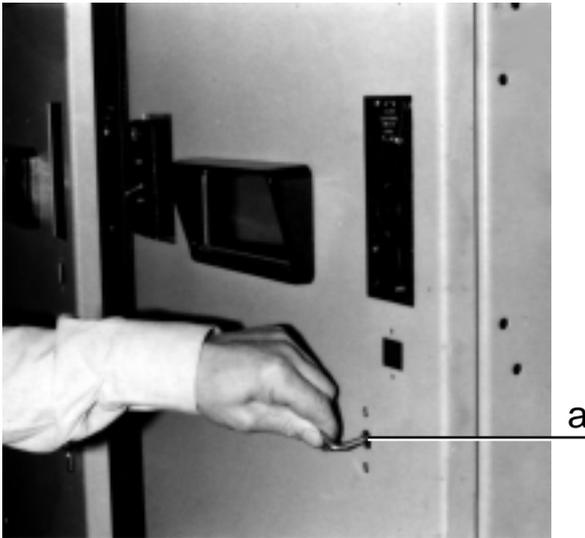

Fig. 5
- a) Qualora si voglia aprire la porta (fig. 5) con sezionatore di terra aperto ruotare con utensile la vite di sbocco (fig. 5a) di circa 90° in senso orario e contemporaneamente ruotare la maniglia ed aprire la porta.
- a) When the door (fig. 5) must be opened with the earthing switch open, turn the release screw (fig. 5a) about 90° clockwise using the tool, turning the handle at the same time, and open the door.